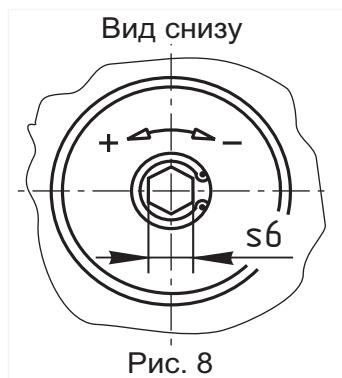

Рис. 8
4.4.4 При необходимости регулирования количества пропускаемого газа, используйте винт в нижней крышке (только для клапанов ВН...К). Поворачивая винт в сторону знака «+» можно уменьшить количество пропускаемого через клапан газа (рис. 8).